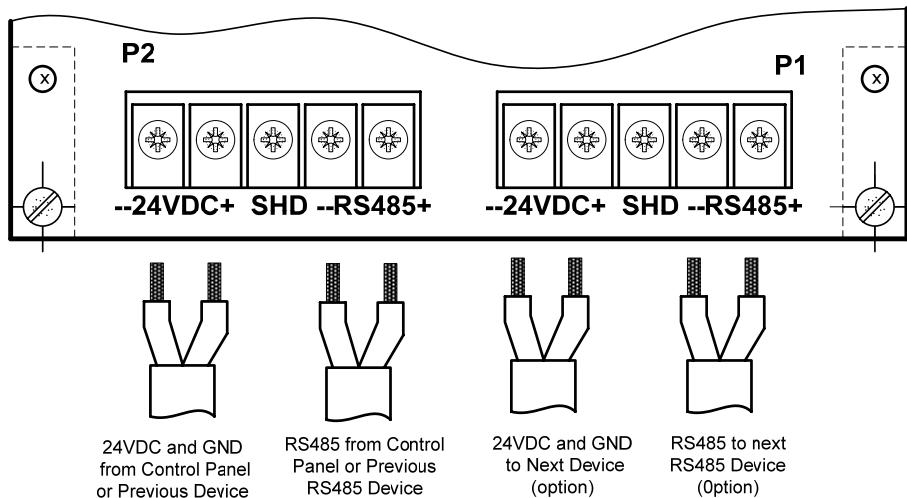
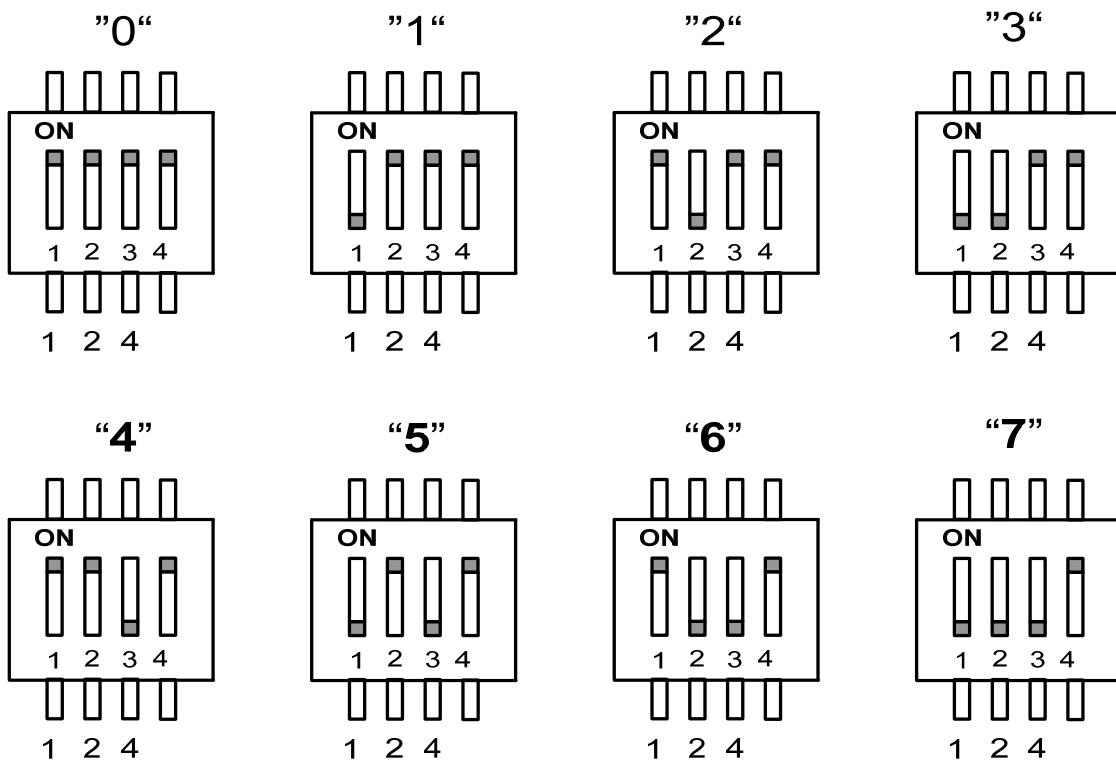

Рис.5. Подключение S-BUS
Рис.6 Установка адреса модуля.
5.1. Подключить питание и RS485 сеть к терминалам P1 или P2 согласно Рис.5. Одноименные контакты блоков P1 и P2 закорочены, поэтому предварительное удаленное устройство и последующее может быть подключены к разным терминальным блокам. С помощью переключателя SW1 установить адрес модуля согласно Рис.6. Модуль SRM следует подключить к терминальному блоку P1 модуля MCC (контакты № 1, 2, 4, 5), если модуль установлен в главном корпусе MCE или к терминальному блоку P2 модуля MCC (контакты № 6, 7, 9, 10), если модуль используется как удаленный.